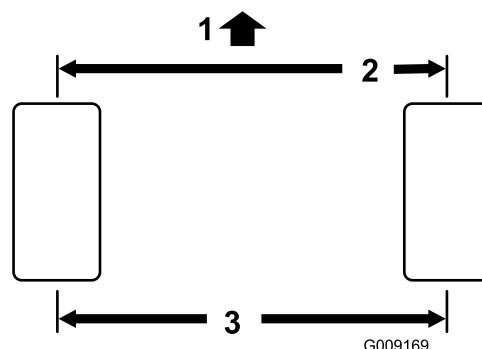

Figura 109
2. Misurate l'interasse (all'altezza dell'assale) sulla parte anteriore e posteriore dei pneumatici di sterzo (Figura 109).